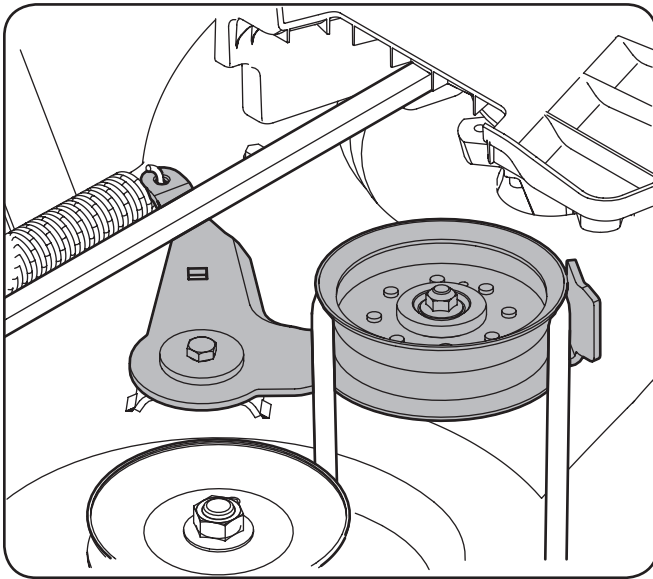

Figura 7-2
- Trabajando en el lado derecho del tractor, inserte una llave de trinquete de $\frac{3}{8}$ " pulgadas para *ajustar*, en el orificio cuadrado de la ménsula intermedia. Consulte Figura 7-2.
- Pivote la llave hacia adelante para mover la polea de transmisión de la plataforma hacia adelante. Consulte Figura 7-2.